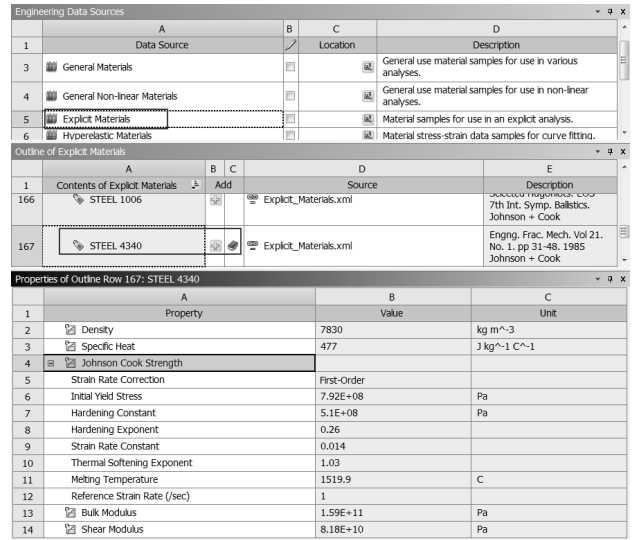

图 11-45 选择材料
Step3 :如图 11-45 所示 ,在材料库中选择 Explicit Materials(显式分析材料库)选项 , 在 Outline of Explicit Materials 中选择 STEEL 4340 材料。